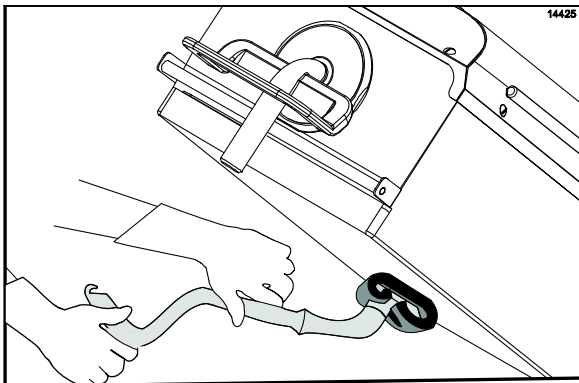

Abbildung 57
25. Die Flächen der oberen Grillplatten von der rechten zur linken oberen Grillplatte abschrubben. (Siehe Abbildung 57.)